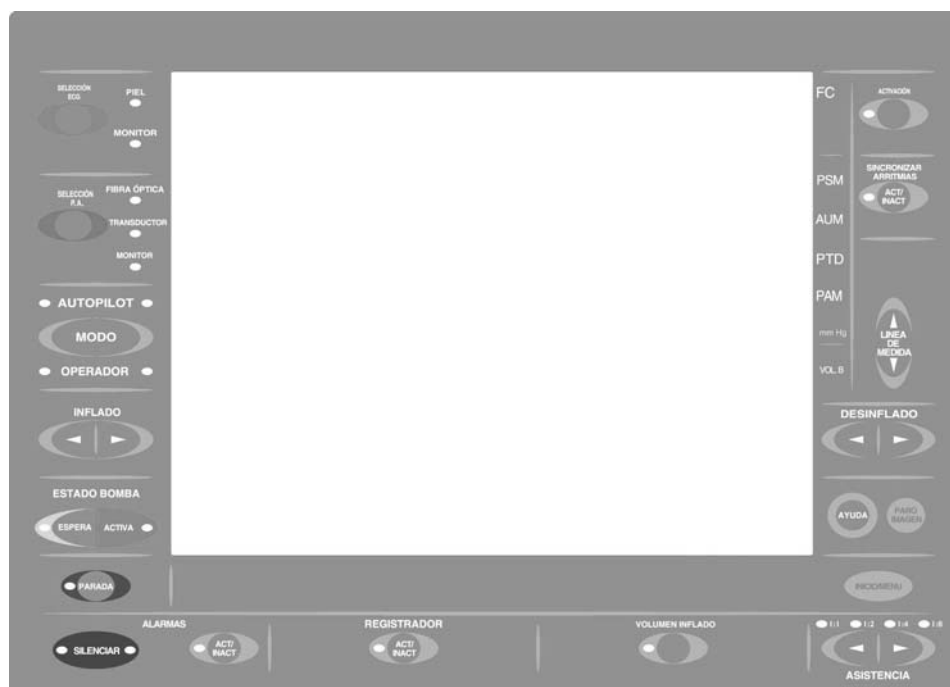

Figura 3.9: Panel frontal del módulo de control/pantalla.
El teclado de la serie AutoCAT®2 incluye diecinueve (19) teclas de control de funciones y siete (7) teclas multifunción. En las páginas siguientes se describen las distintas secciones del teclado de control y las funciones de cada una de las teclas. En cada sección se describirá con detalle cada función en los modos AutoPilot™ y Operador. En la Figura 3.9 se muestra la disposición del teclado de control de funciones. Las teclas de control y las selecciones se explican en el orden en que aparecen en el módulo de control, de arriba hacia abajo. Para mayor claridad, las opciones predeterminadas figuran en este texto entre paréntesis.